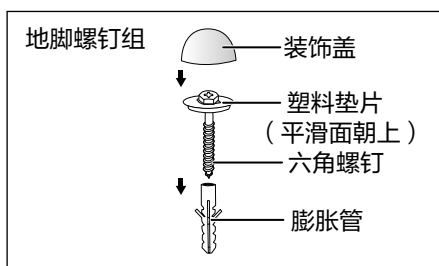

图 6-1
6. 如下图 6-1、6-2 所示，将塑料垫片的平滑面朝上，套在六角螺钉上，然后将六角螺钉插入膨胀管中拧紧，再盖上装饰盖。